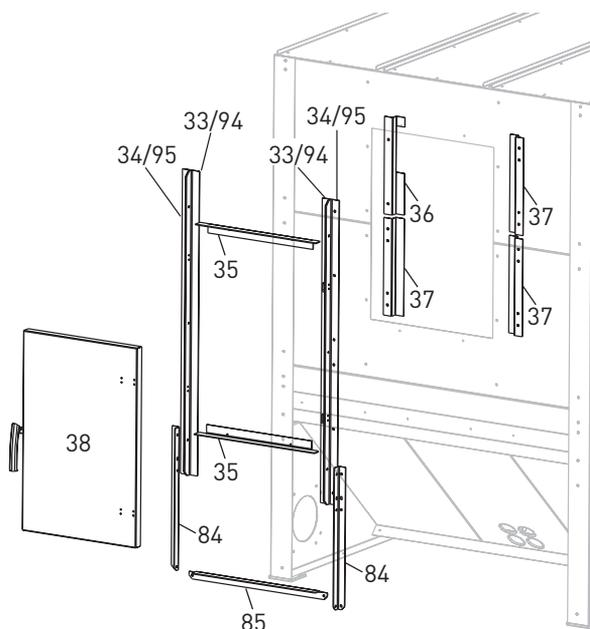

Fig.16 Montaggio dello sportello di controllo
Avvitare 1 ferro a Z (36) all'interno, in alto a sinistra, e 3 ferri a Z (37) a sinistra/destra e allinearli. Avvitare 2 telai sportello orizzontali (35) in alto/in basso con 2 viti a testa esagonale M6 x 16 ciascuno, dall'esterno verso l'interno e serrare – Fig. 16.
Montare 2 scalette (84) e il piolo (85) sul serbatoio in corrispondenza dei montanti dello sportello con 2 viti su ciascun montante (altezza serbatoio 2,2 m) oppure con 3 viti (altezza serbatoio 1,9 m) – Fig.16.
Infilare le cerniere dello sportello di controllo (38) nell'intaglio dei montanti dello sportello e avvitarle dall'esterno con 8 viti a testa esagonale M6 x 16 che si inseriscono nei dadi all'interno – Fig.16.